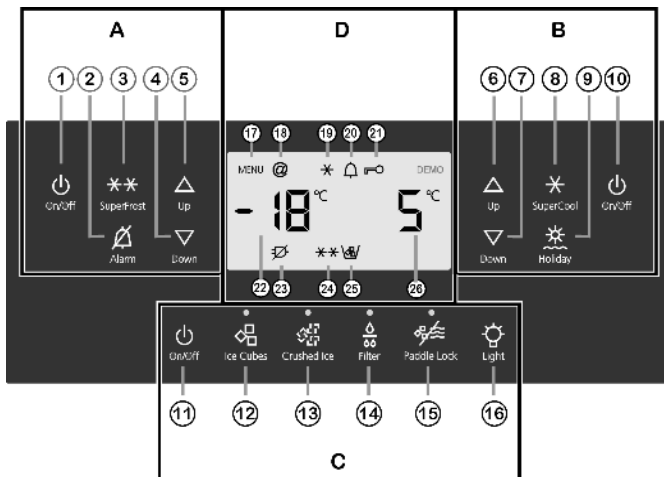

Fig. 2
- ▶ Appuyer sur la touche On/Off du congélateur Fig. 2 (1).